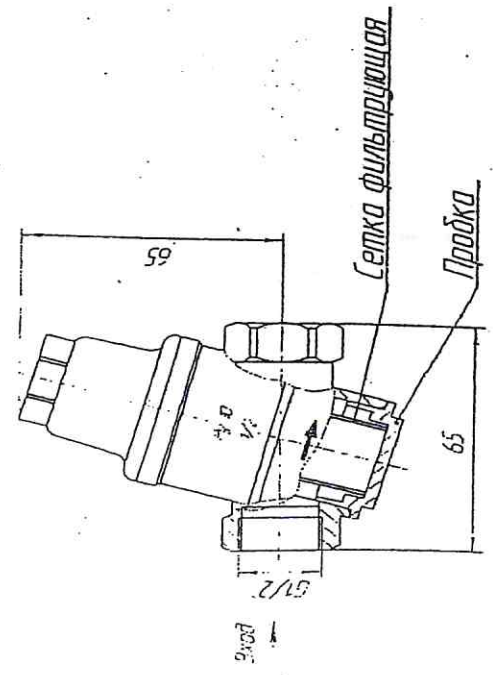

Рисунок 1
2.10 Габариты и присоединительные размеры приведены на рис. 1.